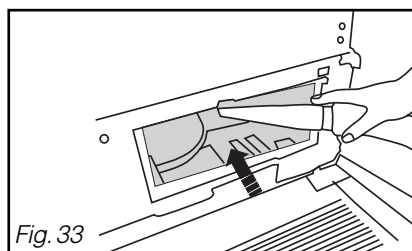
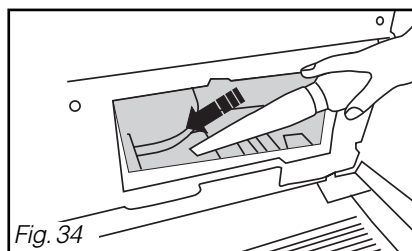

Fig. 33
Fig. 34
- Retirez toutes les peluches se trouvant sur les parois de la cavité à l'aide d'un aspirateur (*Fig. 33 & Fig. 34*).